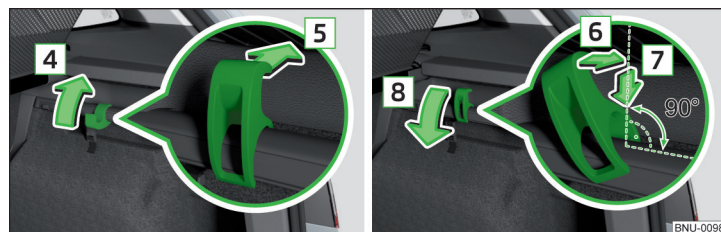

Fig. 132 Detașarea/montarea cârligelor
- › Rabatați cârligele în sensul săgeții **4**, în poziție verticală » fig. 132.
- › Montați cârligul oblic pe șipca de fixare și îndreptați-l în sensul săgeții **6** » fig. 132.